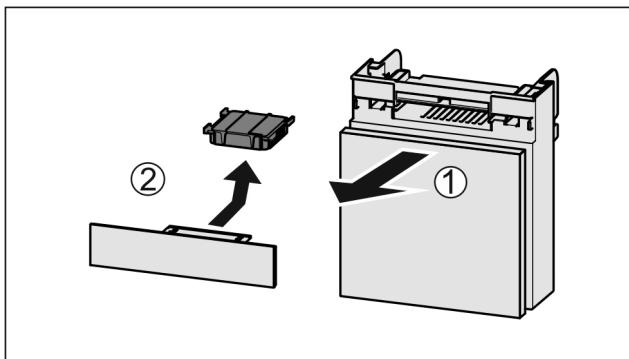

Fig. 147
- Vytiahnite zásuvku smerom dopredu Fig. 147 (1).
- Vyberte aktívny uhlíkový filter Fig. 147 (2).